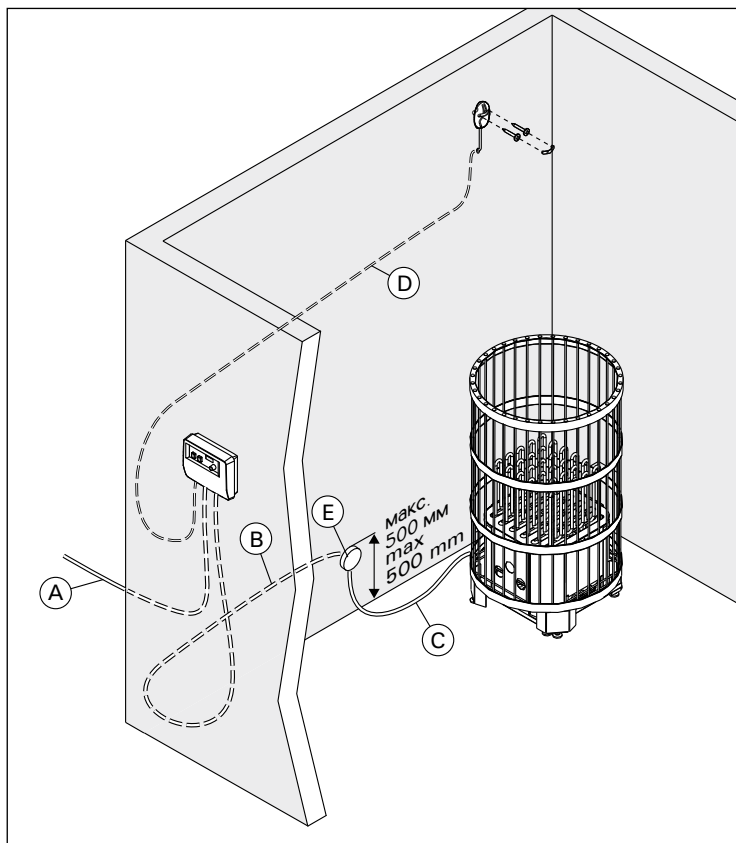

Рис. 4. Кабели
- Каменка гибким проводом подсоединяется к соединительной коробке (рис. 4: E) в стене сауны. Соединительная коробка должна быть брызгозащищенной и находиться на расстоянии не более 500 мм от пола.
- В качестве кабеля (рис. 4: C) следует использовать резиновый кабель типа HO7RN-F или подобный. **ВНИМАНИЕ! Использование изолированного ПВХ кабеля запрещено вследствие его разрушения под воздействием тепла.**